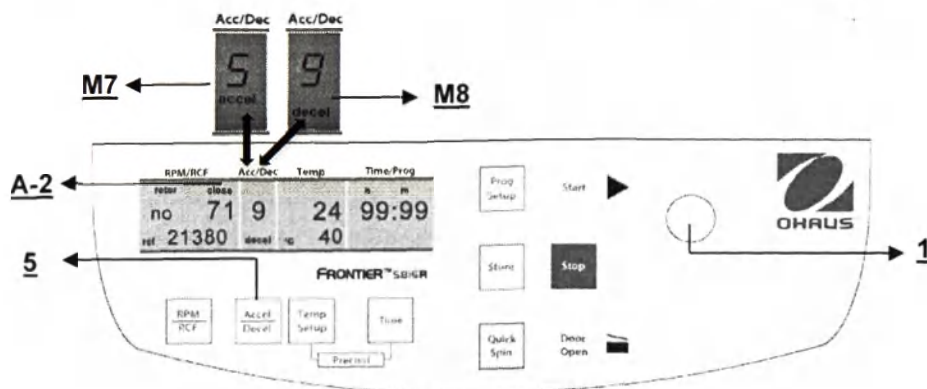

Рис. 18
Настройка данной функции активируется нажатием кнопки **«Accel/Decel»** (5) (см. рис. 18).